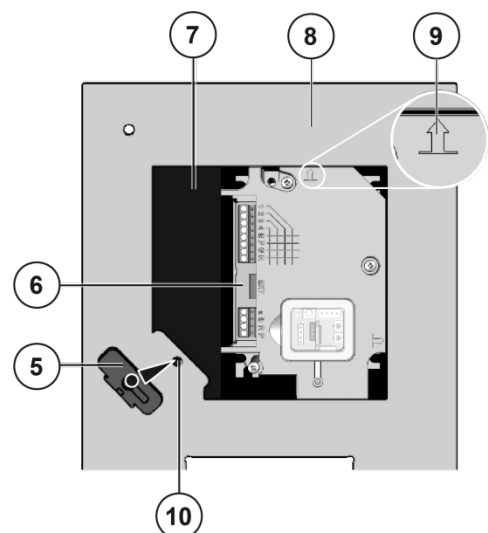

Abb. 6: Einbau-Türlautsprecher montieren 2
- ▶ Kleben Sie den Einbau-Türlautsprecher entsprechend Abb. 6 auf die Lautsprecherfolie auf.